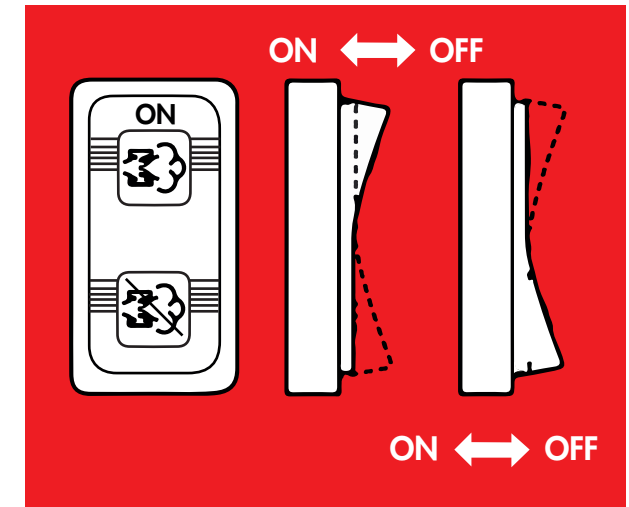

FIGURA 1
- 4. Mantenga pulsado el lado de regeneración manual del interruptor selector de regeneración manual (Figura 1).**
- 5. El símbolo de regeneración manual deja de parpadear y permanece iluminado para indicar que las RPM del motor han aumentado automáticamente y que la regeneración de DPF (1) (quema de PM) ha comenzado.**